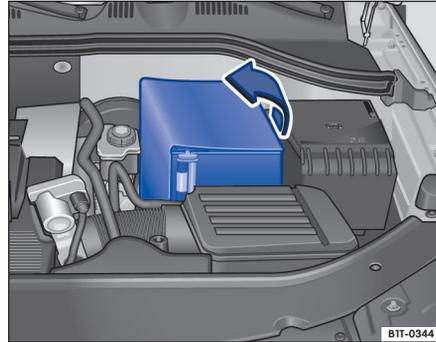

Fig. 159 En el vano motor: levantar la cubierta guardapolvo de la batería del vehículo.
- *En el caso de una cubierta guardapolvo:* levántela hacia un lado ⇒ fig. 159.